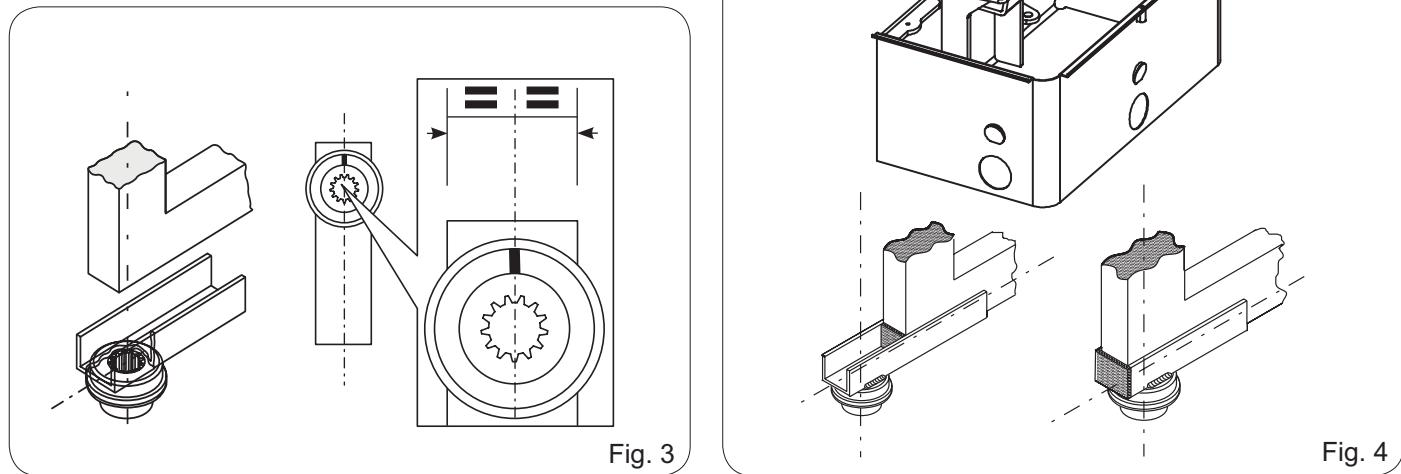
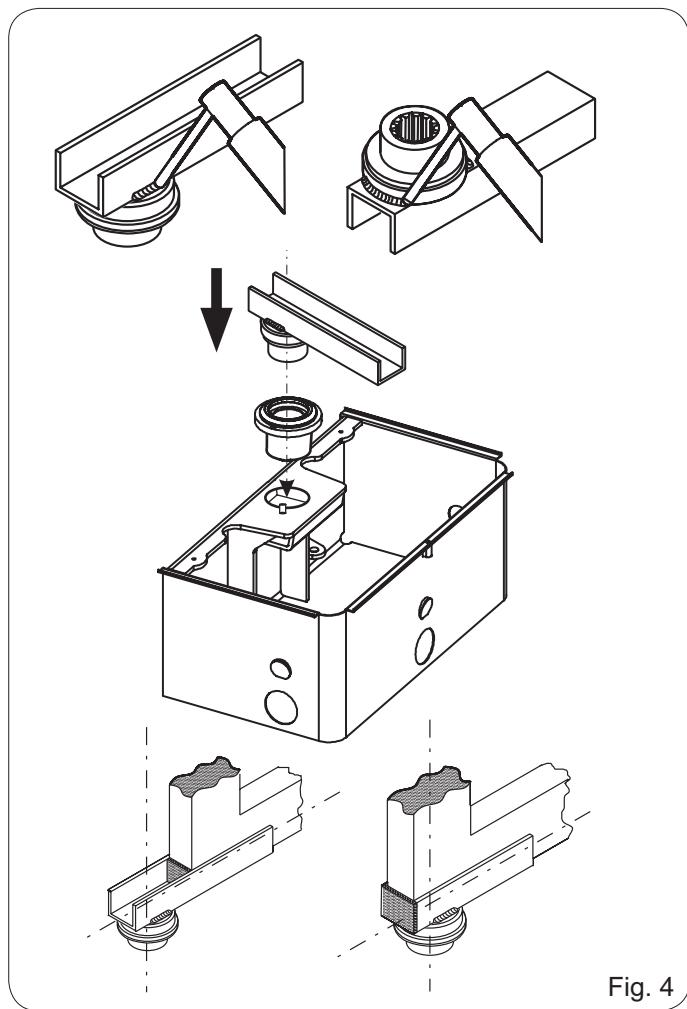

Fig. 3
Fig. 4
- Positionner les éléments du kit joint rainuré d'après la Fig. 3 et la Fig. 4, en respectant le positionnement de la référence sur le joint rainuré ; souder le profil en U sur ce dernier d'après la Fig. 4
- Die Komponenten des Bausatzes genutzte Verbindung gemäß den Angaben in Fig. 3 und Fig. 4 positionieren und dabei auf die Markierung an der genutzten Verbindung achten. Das U-Profil an der genutzten Verbindung verschweißen (siehe Fig. 4).